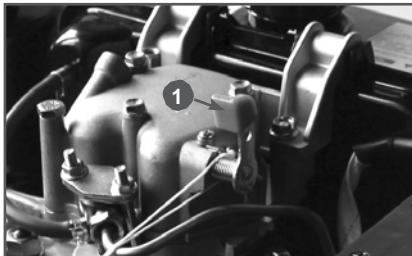

Рис. 11 Рычаг декомпрессора
- Опустите рычаг декомпрессора (Рис.11) вниз. Он автоматически вернется в исходное положение по сле запуска, или когда Вы снова потянете шнур стартера.